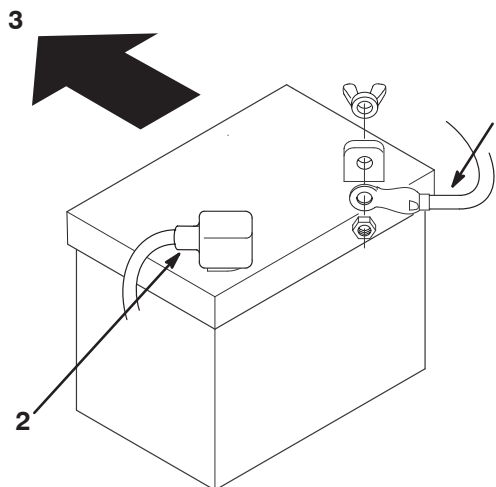

Bild 27
7. Klemmen Sie das Minuskabel (schwarz) vom Batteriepol ab (Bild 27).
9. Klemmen Sie das (rote) Pluskabel vom Batteriepol ab (Bild 27).
1. Setzen Sie die Batterie in der Rahmen ein. Die Pluspole sollten zur Vorderseite des Traktors zeigen (Bild 27).
3. Schließen Sie das Pluskabel (rot) mit der Schraube und Flügelmutter am (+) Pluspol an (Bild 27). Schieben Sie die Gummiabdeckung über den Batteriepol.
4. Schließen Sie das (schwarze) Minuskabel mit der Schraube und Flügelmutter am (-) Minuspol an (Bild 27). Schieben Sie die Gummiabdeckung über den Batteriepol.